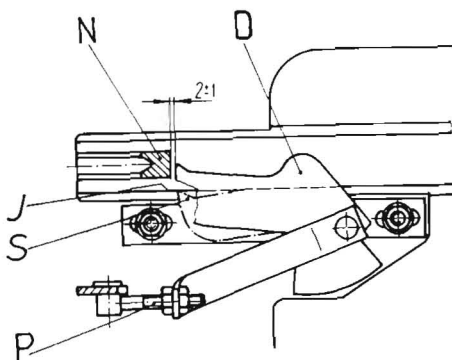

Bild 32
- Nach dem Lösen der Befestigungsschrauben (Andrücken und Kanaldecke) und Verschieben des Andrückers (D) nach vorn oder hinten wird zwischen Innenradius der hochschwenkenden Nadel (N) und einschwenkender Spitze des Andrückers ein Maß von  $2 \pm 1$  mm eingestellt (Bild 32).
- In Ruhestellung des Nadeltriebes fluchtet die Spitze (S) des Andrückers mit der Innenkante (J) des Nadelschlitzes der Kanaldecke — Einstellung durch Verstellen des Gewindebolzens (P) (Bild 32).